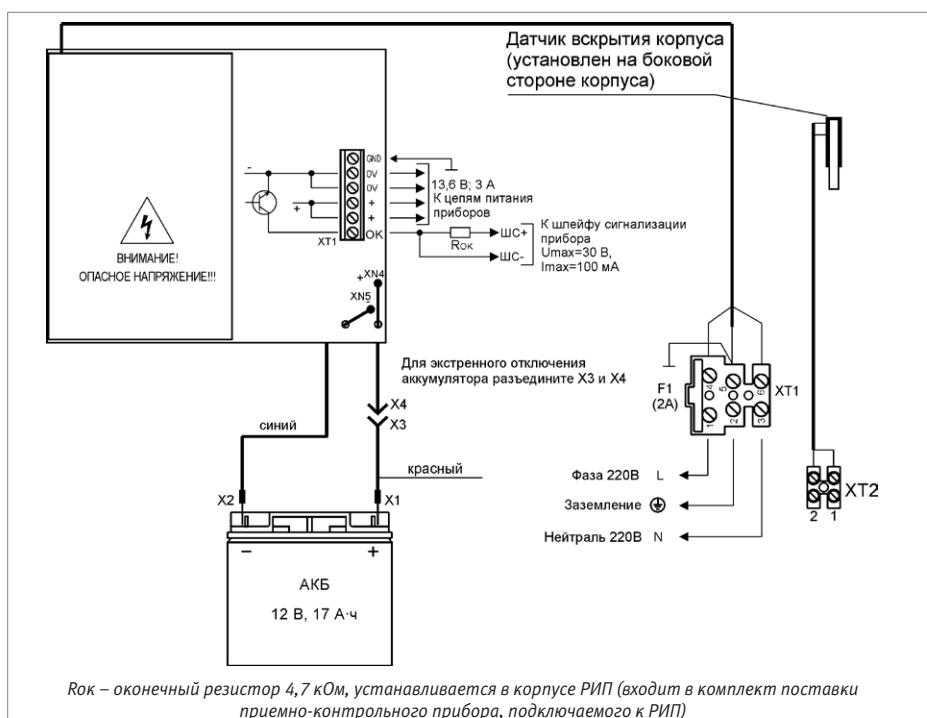

Рисунок 1.
1.6. Схемы подключения приведены на рис. 1...4.
1.15. Проверьте правильность произведённого монтажа в соответствии со схемой подключения (Рис. 1...4).